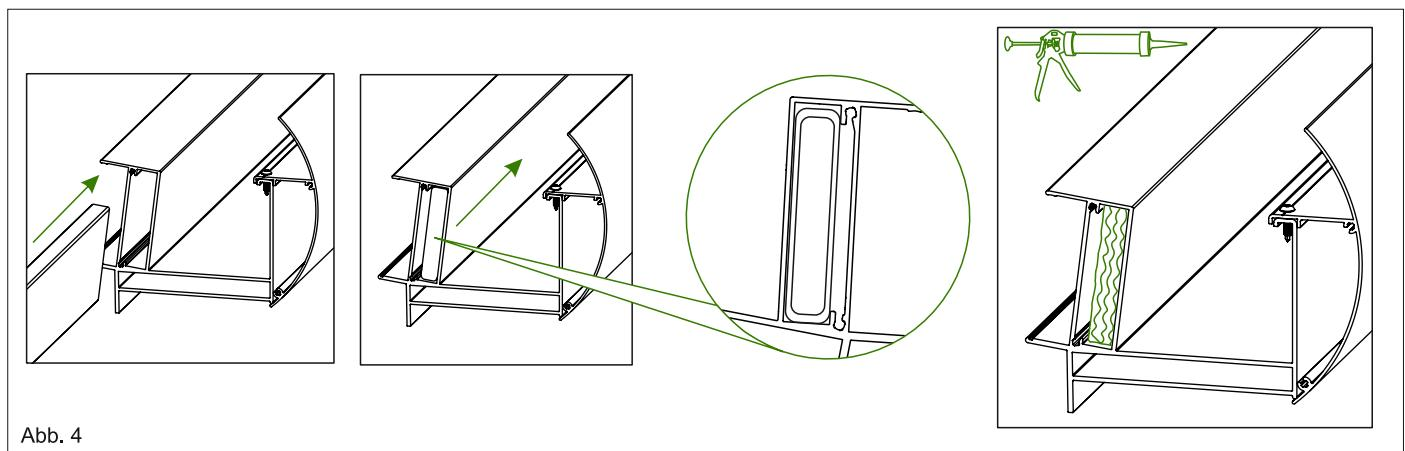

Abb. 4
5. Das Flacheisen dient der Stabilisierung der Rinne. Das eine Ende vom Flacheisen in die Rinne einführen. Sie können dabei das Rohrgleitmittel (als Zubehör für Abwasserrohre) oder Seife verwenden. Danach beide Enden der Rinne mit Silikon versiegeln. Siehe Abb. 4.